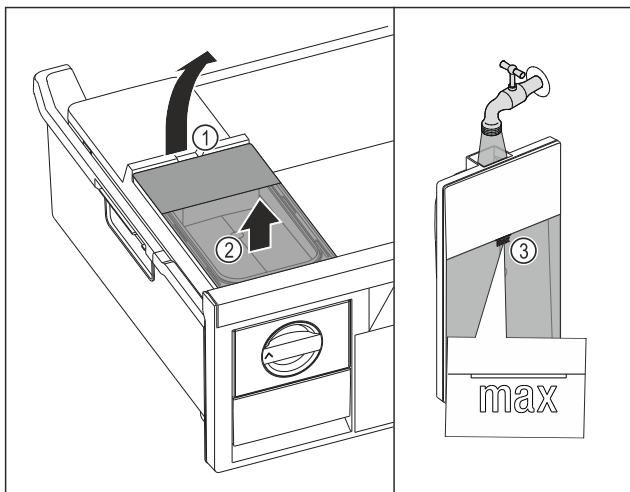

Fig. 100
- ▶ Zvedněte nádržku na vodu za vybrání Fig. 100 (1).
- ▶ Vyměte nádržku na vodu nahoru. Fig. 100 (2)
- ▶ Naplňte nádržku na vodu pitnou vodou až po značku Fig. 100 (3).